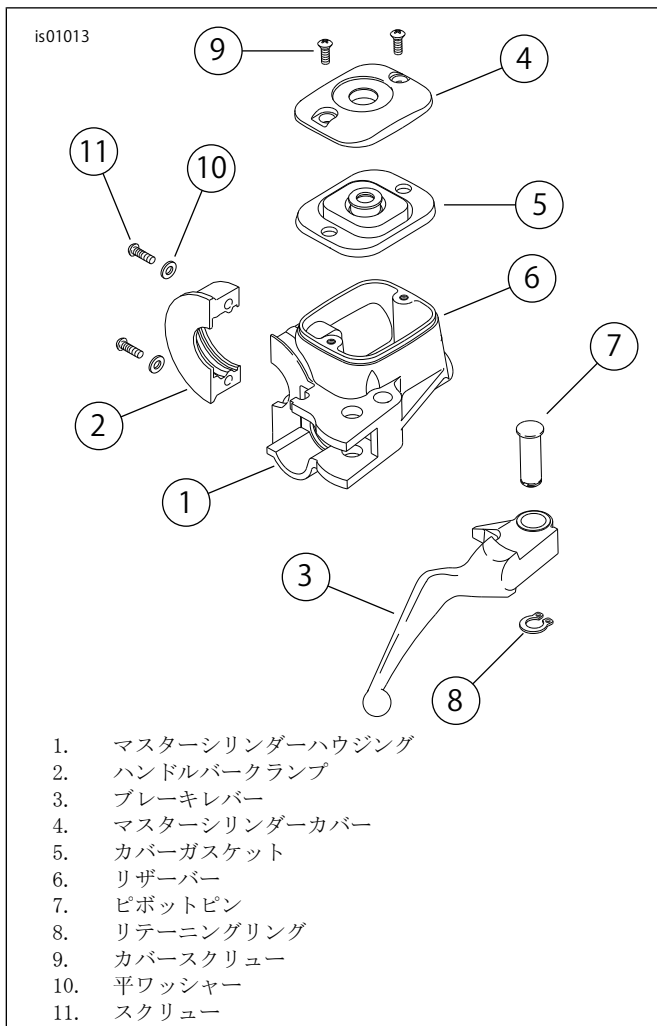

図8。ブレーキマスターシリンダー/リザーバー
5. 「図8」を参照してください。ハンドルバークランプをマスターシリンダーアッセンブリー(1)に固定している2本のスクリュー(11)と平ワッシャー(10)を取り外し、クランプ(2)を取り外します。再度取り付ける時に使用できるよう、ワッシャーを保管します。人差し指でバンジョーボルトを取り外した穴をふさぎ、マスターシリンダー/リザーバーとブレーキレバーアッセンブリーをハンドルバーから取り出して、作業台かその他の清潔な作業エリアに置きます。
2. 「図8」を参照してください。マスターシリンダーアッセンブリーのブラケット部分にブレーキレバーを正しく設置し、ピボットピンの穴をレバーブラケットの穴に合わせます。ピボットピンを頂部から取り付け、軽く叩いて所定の位置に設置します。